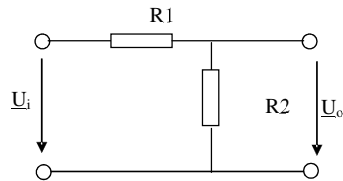

Fig. 1a
a) dacă la intrarea circuitului pasiv și rezistiv din fig. 1a se aplică o tensiune *sinusoidală* de amplitudine  $U_{in}$ , tensiunea de la ieșire este redusă (atenuată) cu factorul pe care-l vom nota  $H$ :